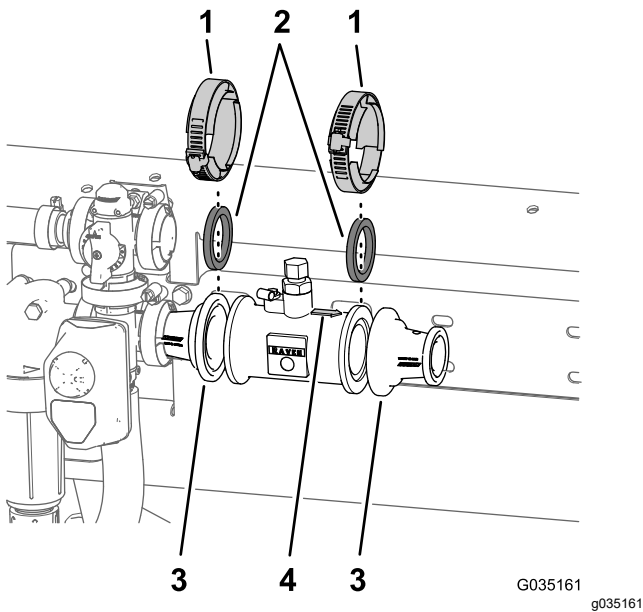

Figure 55
(page 20) entre le débitmètre et l'adaptateur réducteur qui est monté sur le côté droit de la vanne maîtresse (Figure 55).
- Fixez légèrement le joint, le débitmètre et l'adaptateur réducteur (Figure 55) avec un collier à bride (76 mm/3 po) que vous avez retiré à l'opération 2A de Dépose du tube de raccordement et de l'adaptateur réducteur (page 20).
- Placez le joint (2¼ po) et l'adaptateur réducteur que vous avez retirés à l'opération 2C de Dépose du tube de raccordement et de l'adaptateur réducteur (page 20) et l'extrémité du débitmètre vers laquelle la flèche est dirigée (Figure 55).
- Fixez le joint, le débitmètre et l'adaptateur réducteur (Figure 55) avec un collier à bride (76 mm/3 po) que vous avez retiré à l'opération 2A de Dépose du tube de raccordement et de l'adaptateur réducteur (page 20).